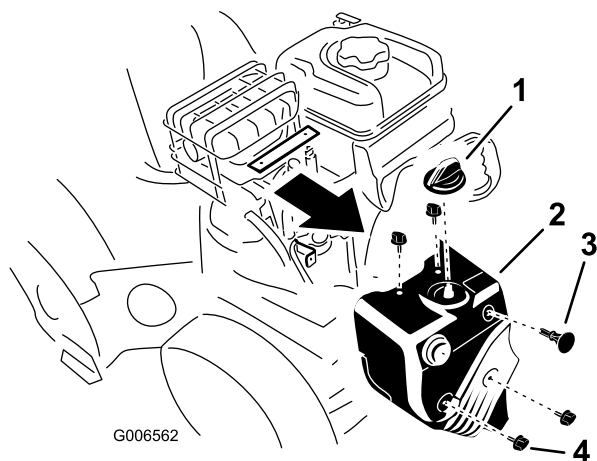

Figure 43
1. Enlevez la commande de starter et la clé de contact (Figure 43).
2. Enlevez les 4 vis de fixation du capot anti-neige à la déneigeuse (Figure 43).